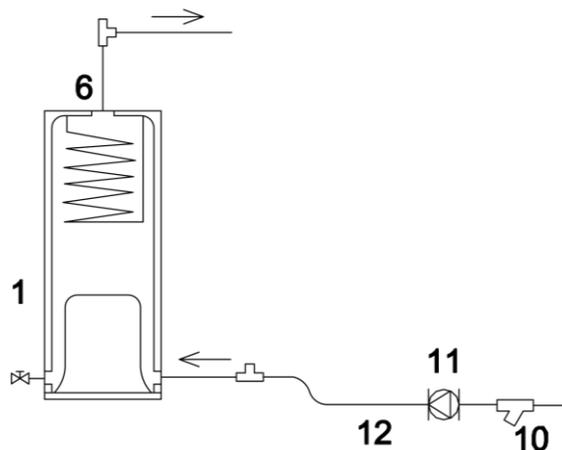

Рис. 18.
1. Установка циркуляционного насоса. (Рис.18.)